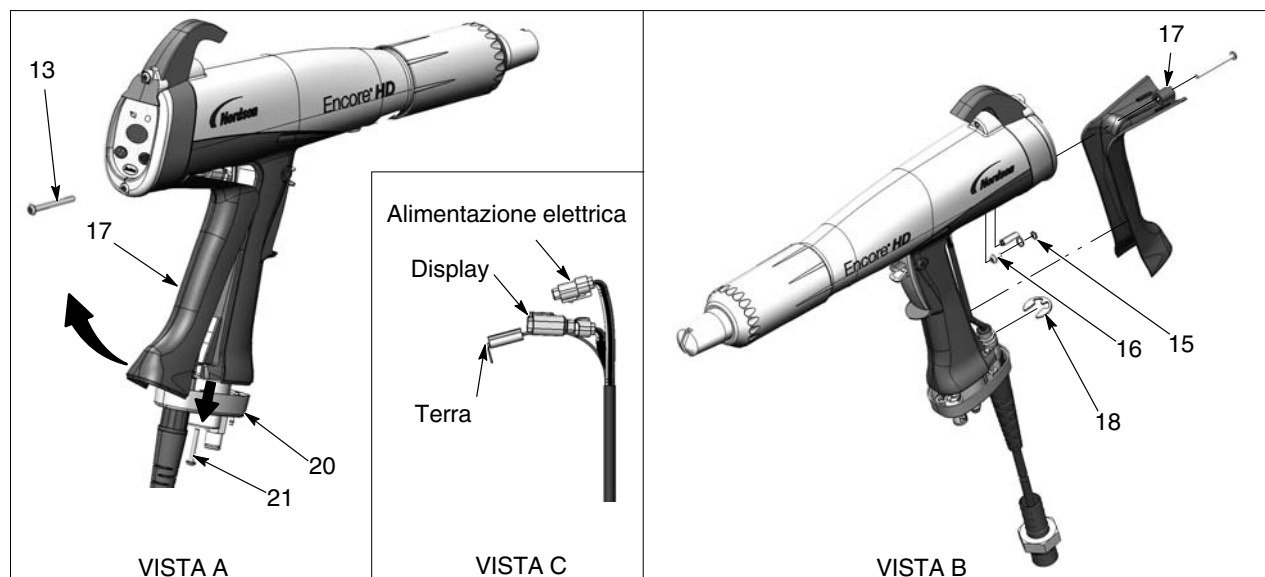

Figura 6-7 Sostituzione cavo
2. Vedi figura 6-7, Vista A. Rimuovere le due viti M3 x 20 (21) che fissano la base dell'impugnatura (20) all'impugnatura.
3. Rimuovere la vite inferiore M3 x 35 (13) dal modulo display.
4. Staccare la base dall'impugnatura, in modo da liberare l'estremità di fondo della piattina di messa a terra (17) dalla base.
6. Vedi figura 6-7, Vista B. Rimuovere la vite M3 x 8, la rondella di sicurezza (16, 15) e il terminale di terra dalla piattina di messa a terra.
7. Rimuovere l'anello di ritenuta (18) dal cavo.
8. Vedi figura 6-7, Vista C. Estrarre i connettori del cavo dall'impugnatura. Inserire un piccolo cacciavite piatto nelle scanalature dei connettori di alimentatore e display per sganciare il fermaglio e scollegare i connettori.
1. Vedi figura 6-7. Inserire un nuovo cavo attraverso la base dell'impugnatura, poi installare l'anello di ritenuta (18) sul cavo per tenerlo fermo.
3. Collegare il terminale del cavo alla piattina di messa a terra (17) con la vite M3 x 6 e la rondella di sicurezza (16, 15).
6. Spingere la base dell'impugnatura (20) verso l'alto, contro l'impugnatura e la piattina di messa a terra, poi stringere bene le due viti M3 x 20 (21) nella base.
7. Reinstallare la vite M3 x 35 (13) nel fondo del modulo display.